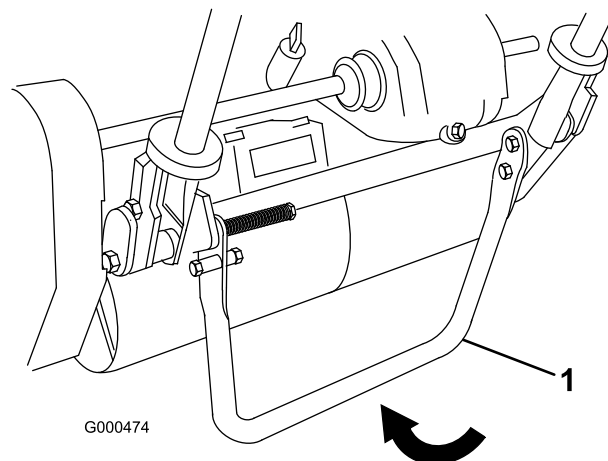

图12
1. 用脚踩下支撑架，向上拉起手柄支架，直至支撑架向前旋转并通过中心位置（图12）。